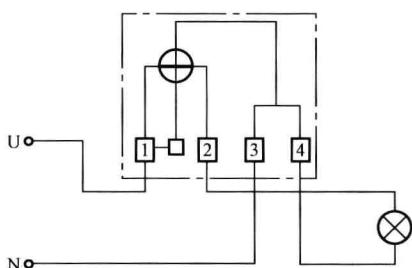

图 1-21 单相电能表的接线
(3) 单相电能表的接线如图 1-21 所示，1、3 为电源进线，2、4 为电源出线（根据电能表说明书接，也有的电能表 1、2 为电源进线，3、4 为电源出线）。